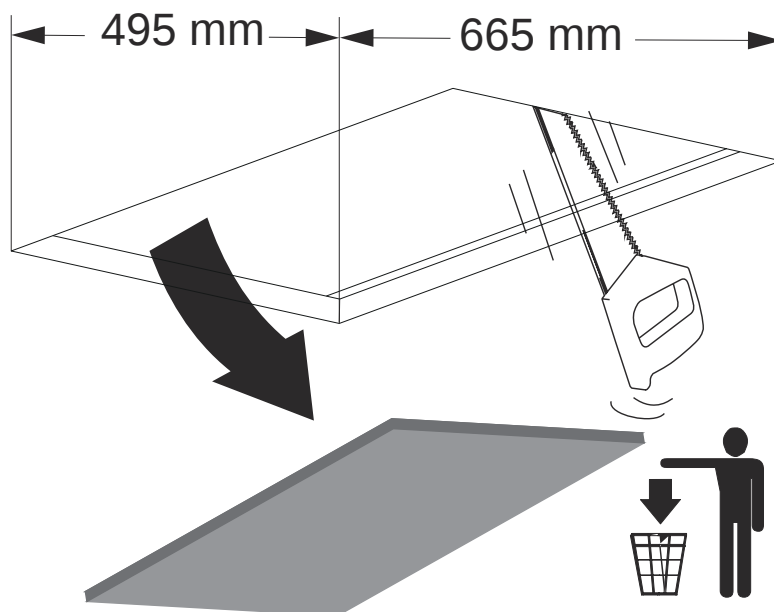

Fig. 7
**1.** ➡ Taket eller materialet där fläkten ska monteras måste sågas till enligt angivna mått (Fig. 7).